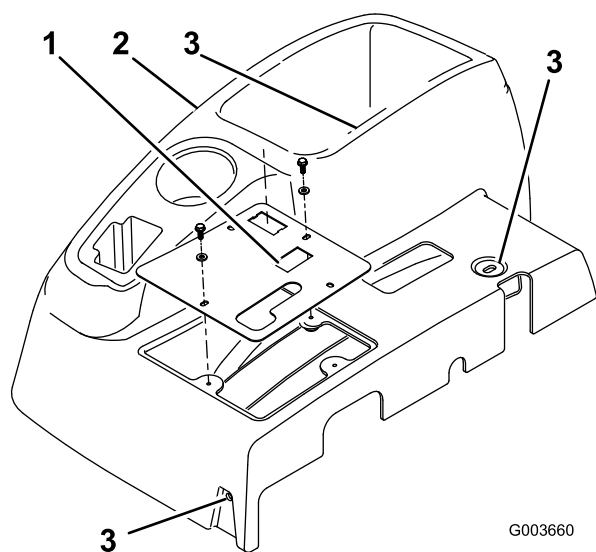

Figura 1
2. Retire las 4 arandelas y pernos que sujetan el panel de control a la consola (Figura 1). Desconecte el cable del contador de horas. Retire el panel de control (Fig. 1).
3. Retire los 3 pernos que sujetan la consola al bastidor (Figura 1). Retire la consola levantando suavemente el borde inferior de la consola alrededor del soporte y deslizándola hacia arriba, más allá de la palanca de freno.